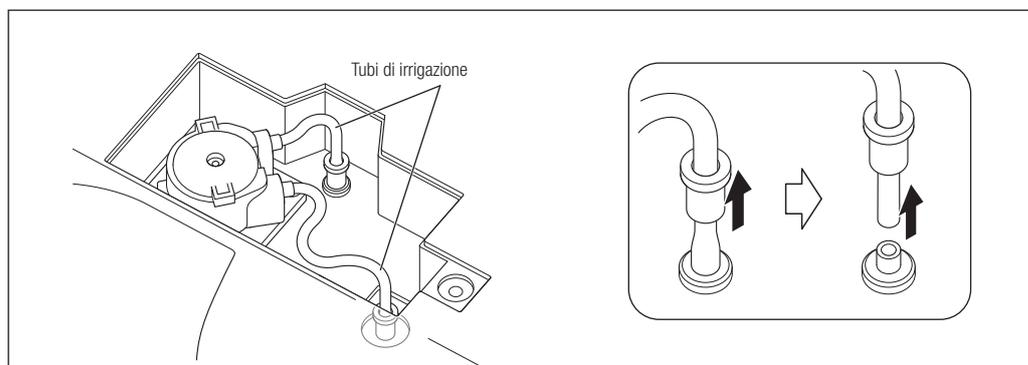

Fig. 51
- 3) Rimuovere i due tubi di irrigazione dall'unità di controllo (Fig. 51).
- 8) Montare il tubo di irrigazione seguendo la procedura inversa impiegata per la sua rimozione. Inserire l'anello di connessione saldamente nell'unità di controllo fino al suo arresto (Fig. 51).